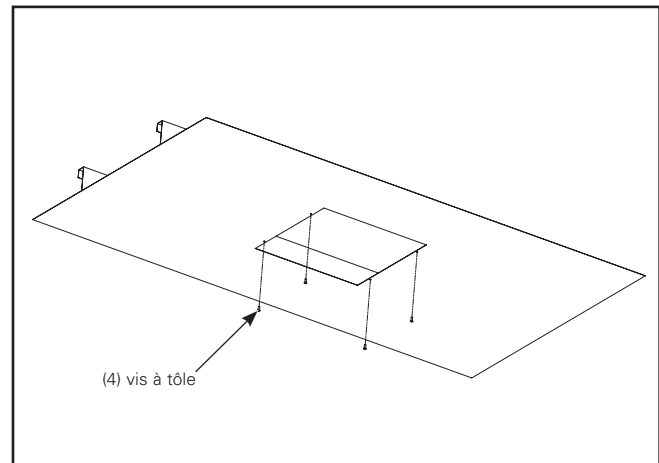

Figure 1b.
5. Utilisez le gabarit pour visser les quatre (4) vis à tête fournies au bas de la voûte (Figure 1b).
6. Déballiez le nouveau luminaire et déposez-le sur une surface propre. Retirez la porte du pilote en desserrant les quatre (4) vis à tête cruciforme. Réservez la porte et les vis.
7. Utilisez le gabarit pour visser les quatre (4) vis à tôle fournies dans les trous. Ces quatre (4) vis insérées dans la voûte seront utilisées comme tige-guide lors de l'installation du luminaire sur le dessus de la voûte (Figure 1b).